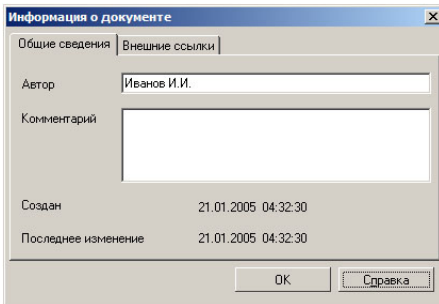

Рисунок 7.22 - Діалогове вікно "Информация о документе"
- У діалоговому вікні, "Информация о документе" (рис. 7.22) у полі "Автор" уведіть своє "Имя, Фамилию, Отчество", а в полі "Комментарий" - необхідну інформацію про створюваний документ (цей пункт виконувати не обов'язково).